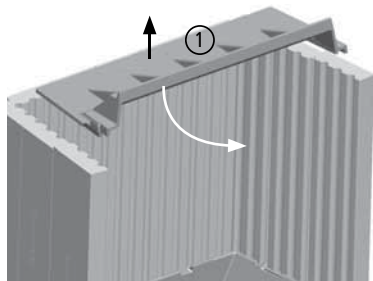

Abb. 2.50 Guss-Umlenkung im VIDA 68 und 68 DS
- ① Die untere Guss-Prallplatte ein Stück nach oben heben - bis über die Oberkante der seitlichen Schamottesteine (siehe Abb. 2.50),
- ② die Guss-Prallplatte schräg nach unten in den Brennraum schwenken und entnehmen.